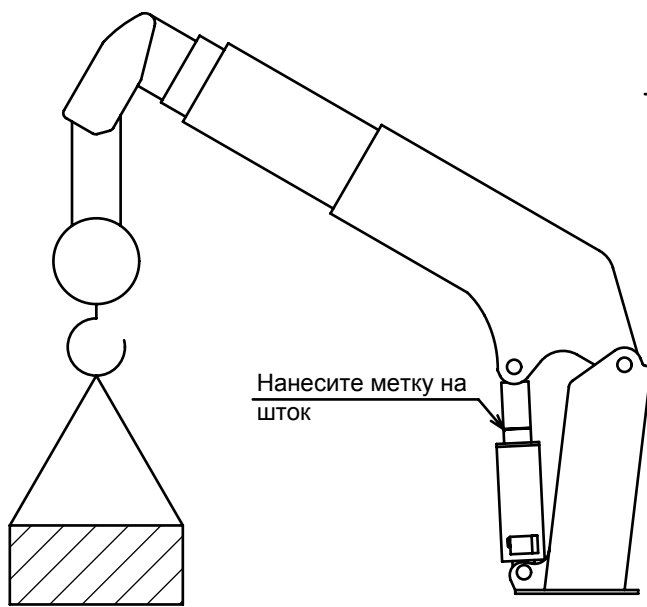

Рис. 1
(1) Подготовка
- ① Поднимите стрелу на угол прим. 30°.
- ② Нанесите метку на шток цилиндра (см. рис. 1).
- ③ Для того, чтобы стравить давление из гидросистемы, заглушите двигатель и переместите рычаг изменения угла наклона стрелы.
(2) Проверка
- ④ Отсоедините гидравлический шланг опускания стрелы и проверьте, вытекает ли из цилиндра масло. Также замерьте на сколько сложился цилиндр. Если масло не вытекает, значит цилиндр исправен.